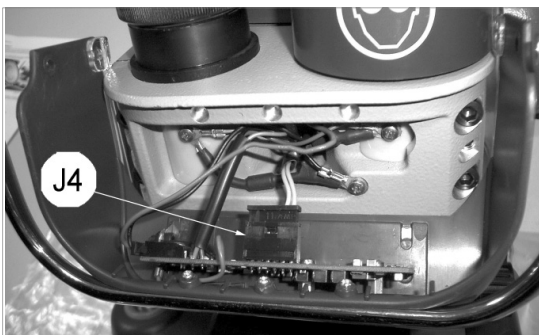

Fig. 40
- 2) Disconnect the connector (J4) (Fig. 40).